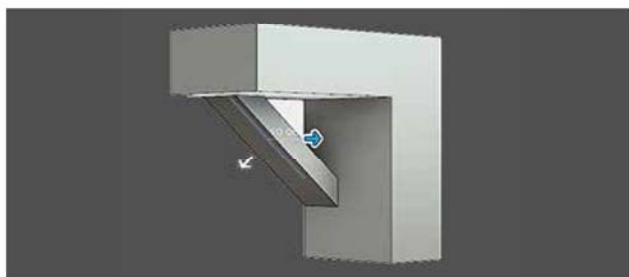

图 2-48
(5) **加强筋**: 使用开放的草图曲线创建薄壁特征。将平行于平面创建加强筋。选择曲线, 然后指定厚度, 如图 2-48 所示。